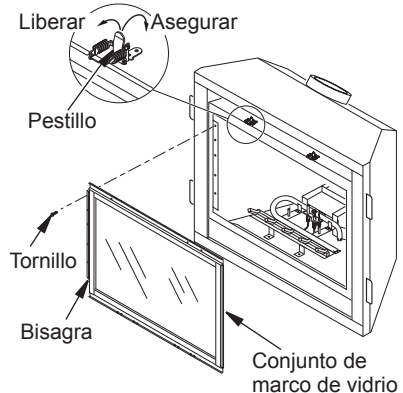

Figura 42 - Cómo quitar y volver a colocar la puerta de vidrio
2. Levántela de los pestillos para sacarla. Hay dos arriba y dos abajo de la chimenea, los cuales sujetan la puerta de vidrio en su sitio (consulte la figura 42).
3. Sujete la puerta de vidrio para que no se caiga y así evitar lesiones, quite los cinco tornillos de la bisagra ubicada en el lado izquierdo del marco de la puerta (consulte la figura 42, en la página 27).
5. Cierre el marco de la puerta de vidrio. Asegure los pestillos poniendo la barra debajo de la lengüeta de la puerta y empujando el pestillo hacia abajo y hacia atrás (consulte la figura 42, en la página 27).